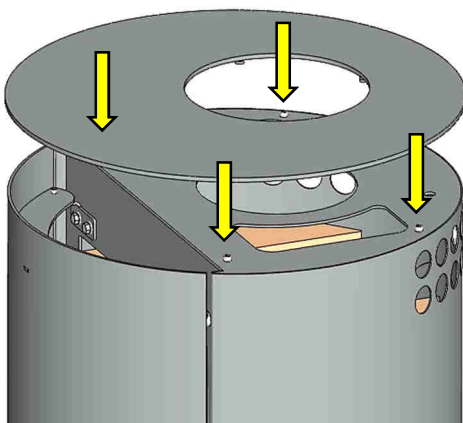

Abb. 9: Ofendeckel montieren
4. Anschließend Deckel auf dem Aufsatz platzieren (Abb. 9), wie Aufsatz. Es ist keine Verschraubung notwendig.